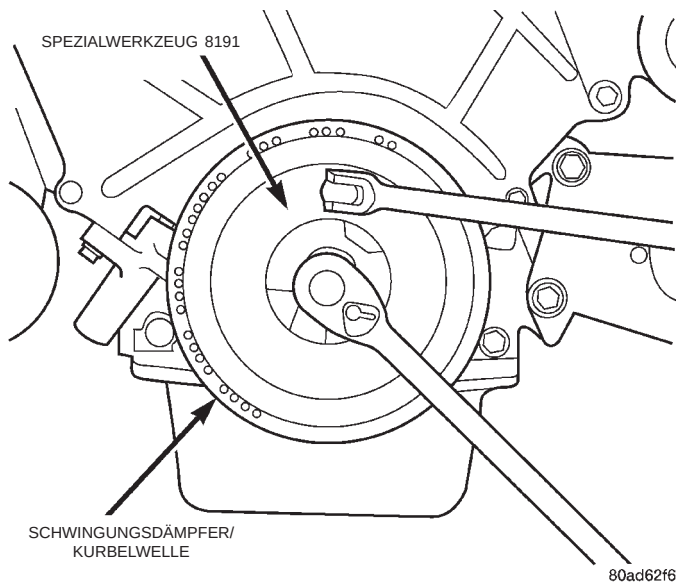
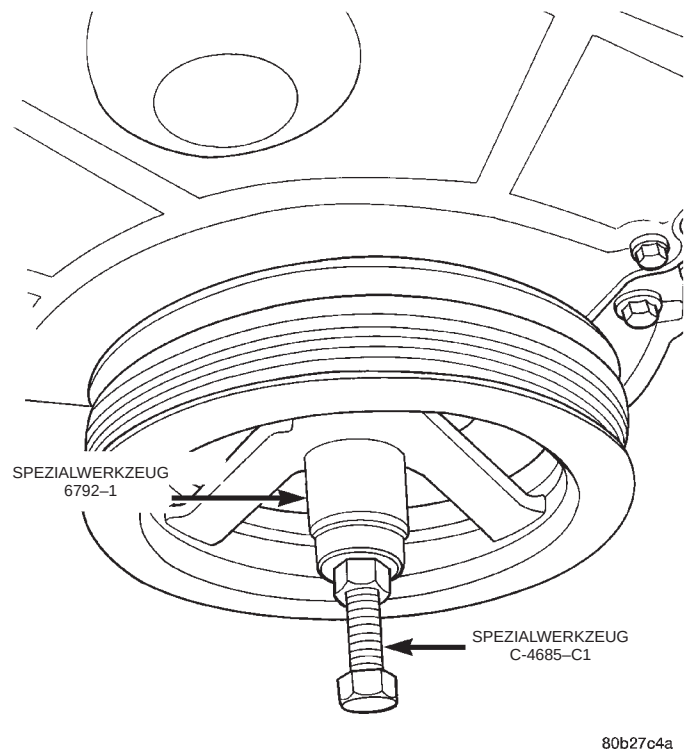

Abb. 30 Zentralschraube Schwingungsdämpfer/ Kurbelwelle—Ausbau und Einbau
Abb. 32 Schwingungsdämpfer/Kurbelwelle einbauen
- (1) Minuskabel (-) am rechten Federbeindom abklemmen.
- (2) Oberen Kühlerquerträger ausbauen. Näheres hierzu siehe Kapitel 23, "Karosserie".
- (3) Lüftereinheit ausbauen. Näheres hierzu siehe Kapitel 7, "Kühlsystem".
- (4) Antriebsriemen für Zusatzaggregate ausbauen. Näheres hierzu siehe Kapitel 7, "Antrieb für Zusatzaggregate".
- (5) Schwingungsdämpfer/Kurbelwelle beim Herausdrehen der Zentralschraube mit Spezialwerkzeug 8191 blockieren (Abb. 30).
- (1) Schwingungsdämpfer/Kurbelwelle mit folgenden Spezialwerkzeugen einbauen: Schraube C-4685-C1 mit Mutter und Drucklager aus Werkzeugsatz 6792 und Einbauwerkzeug 6792-1 (Abb. 32). Zentralschraube eindrehen und mit 115 N·m (85 ft. lbs.) anziehen (Abb. 30).
- (2) Antriebsriemen für Zusatzaggregate montieren.
- (3) Lüftereinheit montieren.
- (4) Oberen Kühlerquerträger einbauen.
- (5) Minuskabel (-) anklemmen.